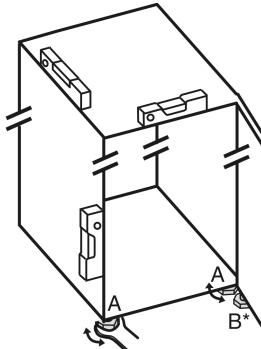

Fig. 2
- Atornillar las patas regulables Fig. 2 (A) con la llave fija adjunta y un nivel de burbuja hasta que el electrodoméstico quede bien alineado y nivelado.
- Desenroscar la pata regulable Fig. 2 (B) en el soporte de cojinete con la llave fija adjunta hasta que se pose en el suelo.
- Girar la pata regulable Fig. 2 (B) 90° más.